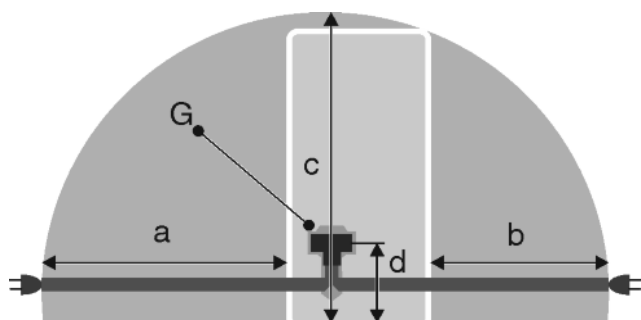

Fig. 31
- La prise de courant est en dehors de la zone postérieure de l'appareil dans la zone concernée. *Fig. 31 (a, b, c)*
- Introduire la fiche de l'appareil *Fig. 31 (G)* au dos de l'appareil. Veiller à ce qu'elle s'introduise correctement.